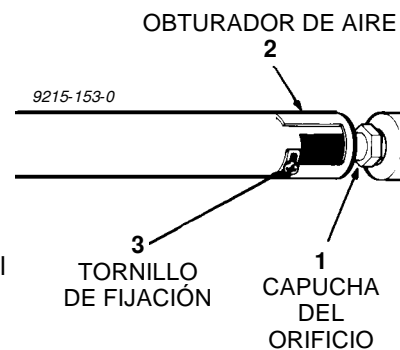

FIGURA 6
1. Llama amarilla en el quemador — abra el obturador de aire del quemador a la posición más abierta que no haga que se levante o apague la llama cuando el quemador esté frío. (Vea el No. 2 en la figura 6).
2. Llama definida azul pero levantándose — cierre el obturador de aire del quemador hasta el punto en donde no se levante la llama cuando el quemador esté frío. (Vea el No. 2 en la figura 6).